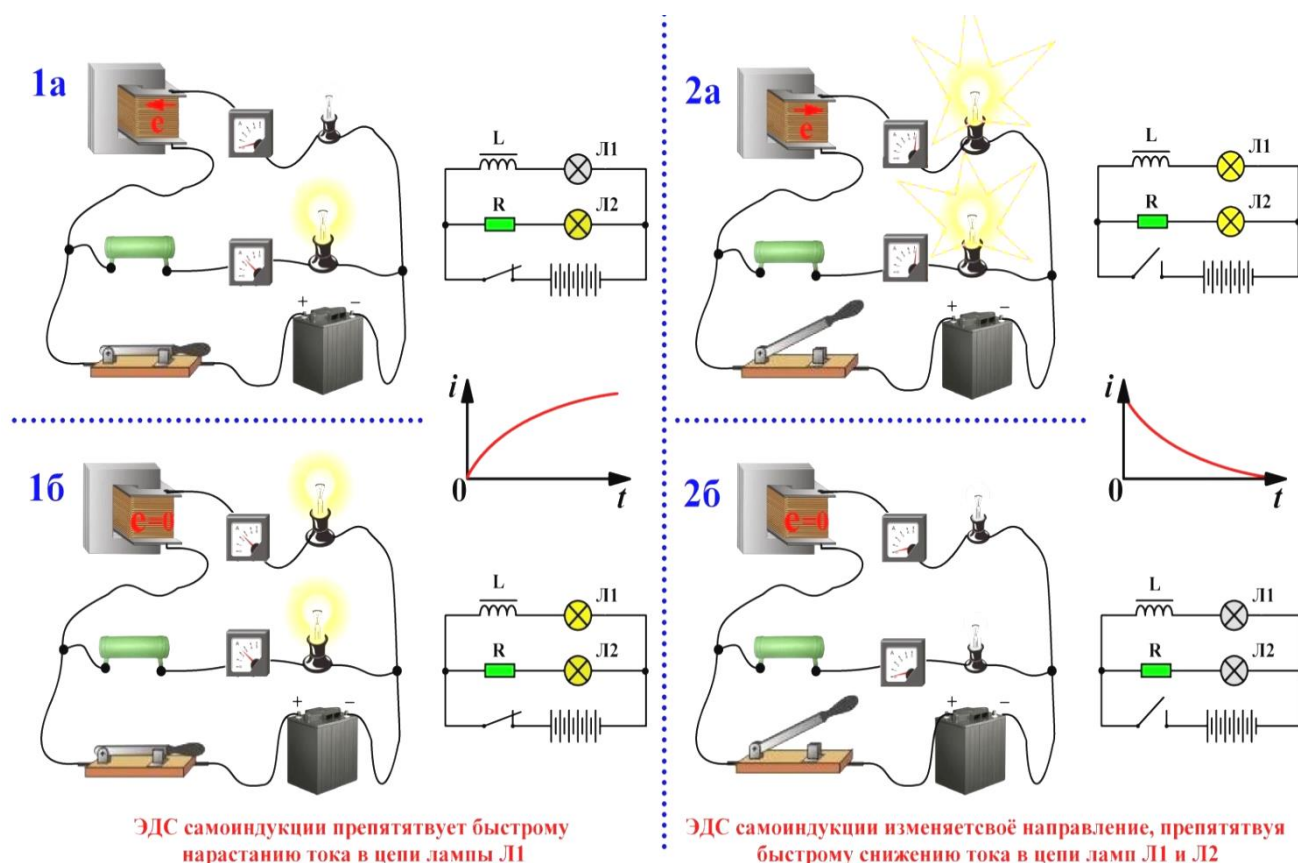

Рис. 101. Явление самоиндукции
1. При включении разъединителя лампа Л1 загорится с задержкой, так как ЭДС самоиндукции катушки препятствует быстрому нарастанию тока в цепи лампы Л1 (рис. 101, 1а и 1б).
2. При отключении разъединителя обе лампы кратковременно вспыхнут, так как ЭДС самоиндукции катушки выше ЭДС батареи. Когда ЭДС самоиндукции иссякает, то обе лампы одновременно гаснут (рис. 101, 2а и 2б).